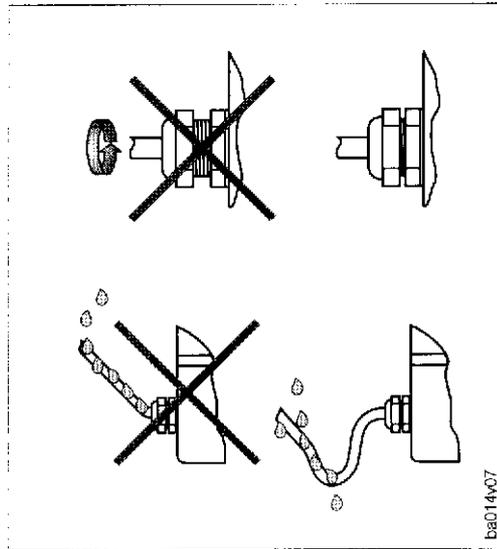

Fig. 4
- Apretar bien el prensaestopas (ver Fig. 4).
- Antes de pasar el cable por el prensaestopas, ponerlo en forma de lazo evitando así que la humedad entre en la electrónica (ver Fig. 4).